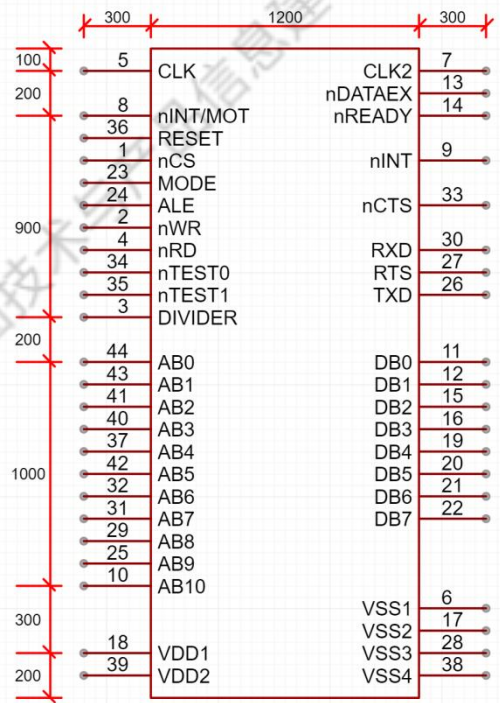

图 1 原理图库封装（单位：mil）
- 1、在库文件 usr_lib 中，根据图 1 给出的元件示意图绘制原理图库元件封装，命名为 VPC，并在抄画原理图中调用；